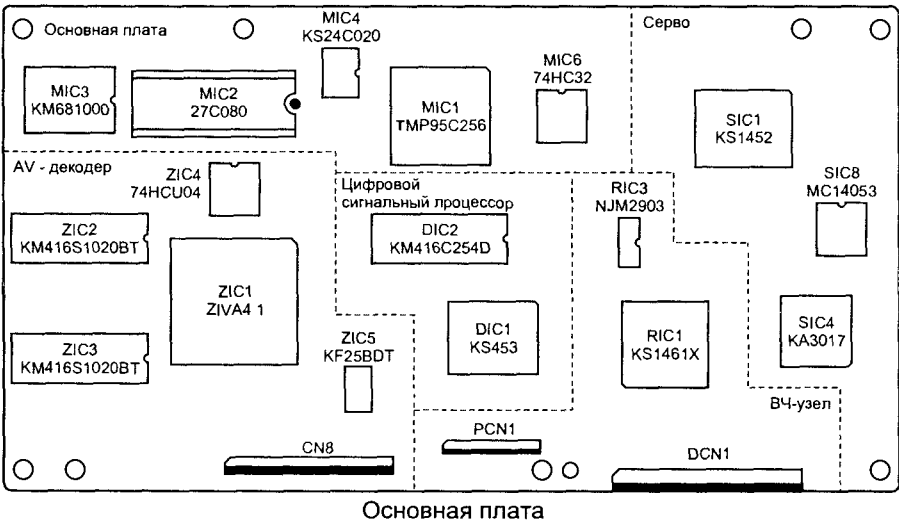

Рис. 4.1. Расположение узлов на основной плате (MAIN PCB) DVD-511 со стороны деталей
- основная плата (MAIN PCB) (рис. 4.1);
На основной плате расположены следующие электронные узлы (рис. 4.1):